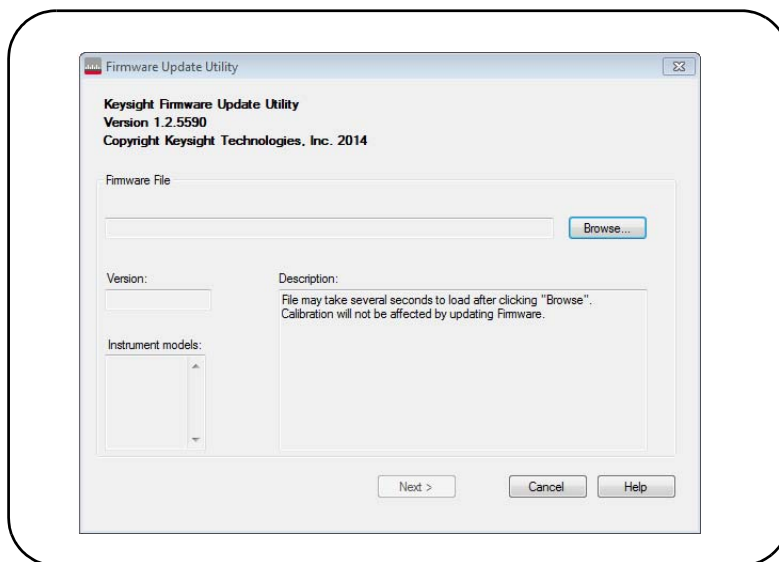

Figure 2-9 Sélection du chemin d'accès au fichier de mise à jour
- 2 Cliquez sur **Next** et, à l'aide du bouton **Browse**, indiquez le chemin d'accès au fichier du microprogramme (Figure 2-9). Une fois le chemin spécifié, le numéro de modèle de l'appareil est visible dans la fenêtre « Applicable Models », ainsi que le numéro de révision et la description de l'appareil. Sélectionnez **Next**.